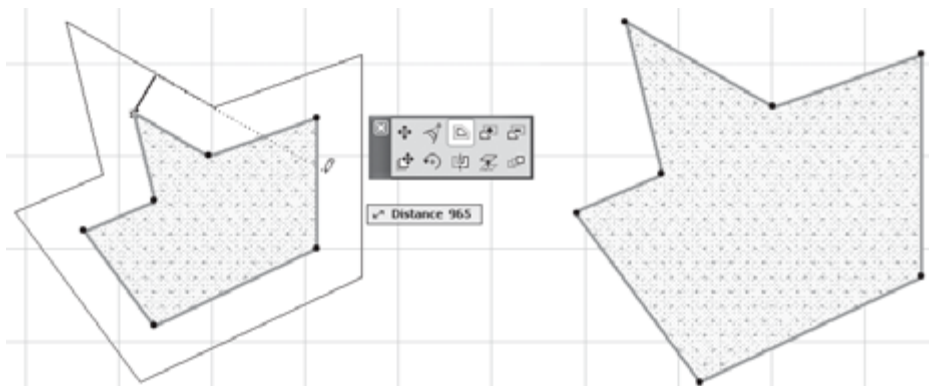

Рис. 5.23. Растяжение контура
-  **Offset all edges** (Растяжение/сжатие контура) — после выбора операции пропорционального изменения размеров выделенного контура укажите точку. Через нее пройдет новый контур, стороны которого параллельны соответствующим сторонам выбранного (рис. 5.23). Для сжатия контура указываемая точка должна находиться внутри него.